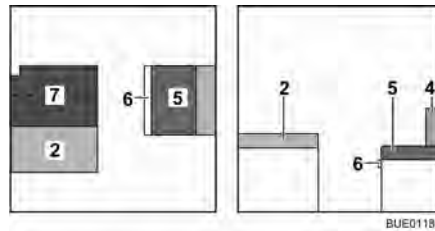

Bild 115 Under ombyggnaden
- Fäll upp den extra dynan (Bild 115,7) och lägg den på bordet.